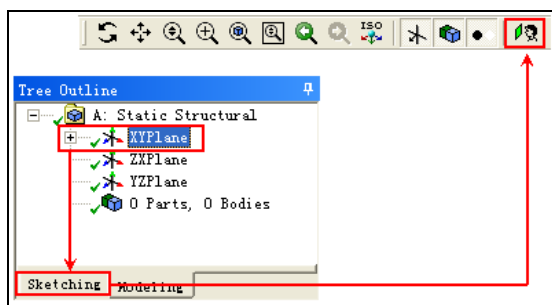
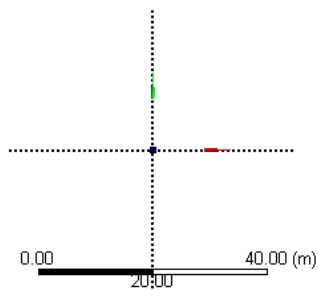

图 2-40 显示控制工具
图 2-41 正视草绘平面
- 步骤 02** 单击图形显示控制工具栏中的 (正视放大) 按钮，如图 2-40 所示，使草图绘制平面正视前方，如图 2-41 所示。